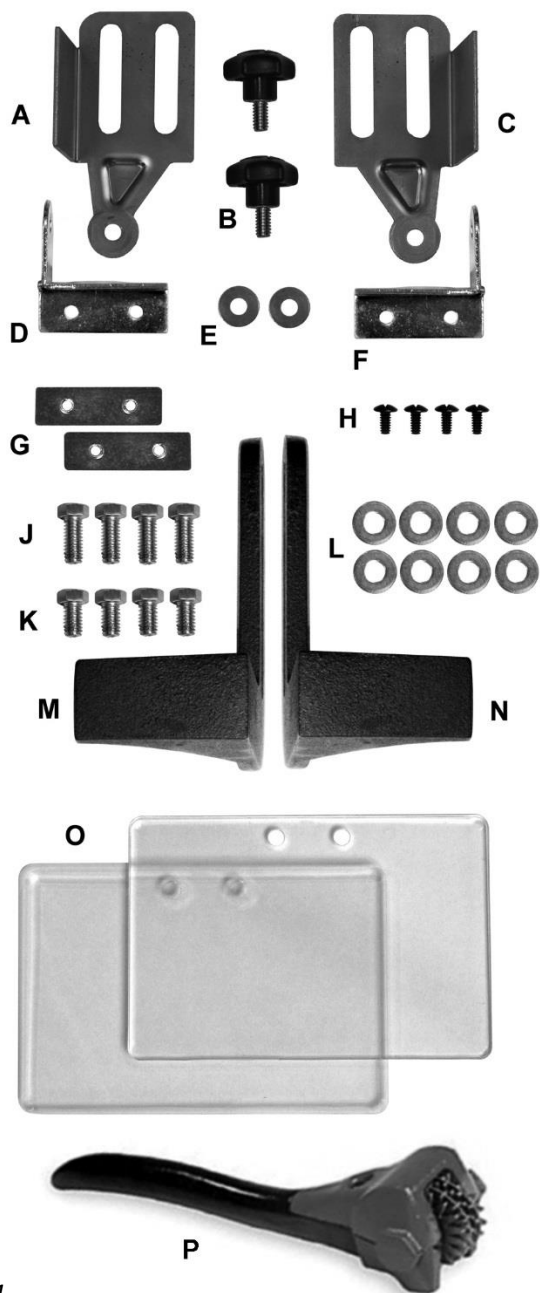

Рис.1
- 1 шт Искровая защита – Левая (А, рис.1)
- 2 шт Фиксирующая рукоятка (В, рис.1)
- 1 шт Искровая защита – Правая (С, рис.1)
- 1 шт Кронштейн защитного экрана – Лев.(D, рис.1)
- 2 шт Плоская шайба, 1/4" (Е, рис.1)
- 1 шт Кронштейн защитного экрана–Прав. (F, рис.1)
- 2 шт Пластина защитного экрана (G, рис.1)
- 4 шт Винт со сферической головкой, 3/16 x 1/2" (H, рис.1)
- 4 шт Болт, 3/8 x 3/4" (J, рис.1)
- 4 шт Болт, 3/8 x 1/2" (K, рис.1)
- 8 шт Плоская шайба 3/8" (L, рис.1)
- 1 шт Подручник – Левый (M, рис.1)
- 1 шт Подручник – Правый (N, рис.1)
- 2 шт Защитный экран (O, рис.1)
1 шт Устройство правки абразивного круга (P, рис.1)